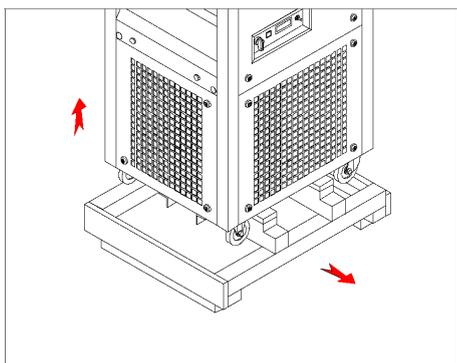

Figura 1-2
3. Levante la máquina y retire la tarima (Figura 1-2).